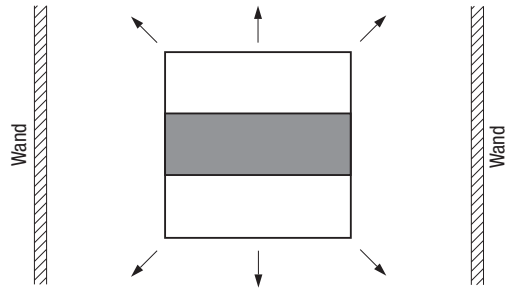

Bild 12: Abdeckung z. B. für schmale Räume
c) In schmalen Räumen (z. B. Korridore) empfiehlt sich die in Bild 12 dargestellte Ausführung.